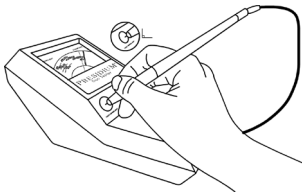

Abb. 1.4
- Drücken Sie den Sondierstift auf die Testscheibe aus Imitat auf der linken Seite der Leuchtanzeige (**Abb. 1.4**). Drücken Sie ledi glich so fest, dass die Prüfspitze vollständig im Sondierstift verschwindet. Die Anzeige sollte bis innerhalb des weißen Streifens (vorzugsweise in der Mitte des weißen Streifens) aufsteigen und die Schrift "CAL" sollte innerhalb von etwa zwei bis drei Sekunden oben angezeigt werden.